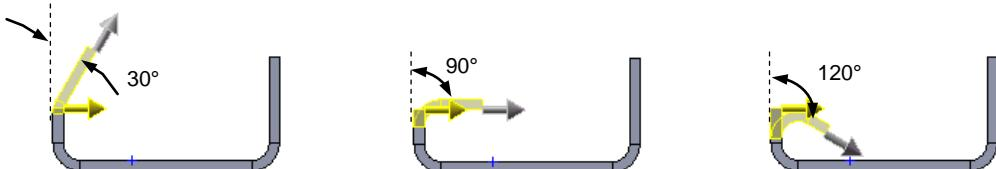

图 10.2.14 设置折弯角度值
- 角度(G) 区域
- 文本框：可以输入折弯角度值，该值是与原钣金所成角度的补角，几种折弯角度如图 10.2.14 所示。